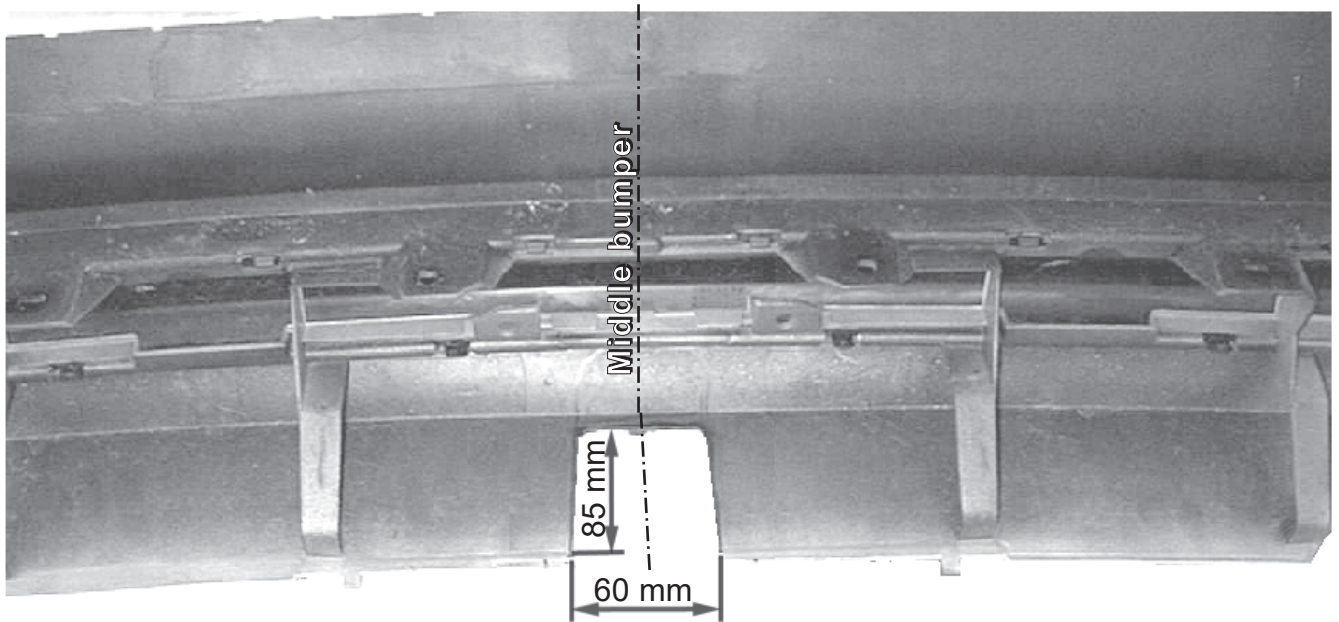

Fig. 1
1. Den Fußboden im Kofferraum frei machen. Im Kofferraum den Wagenheber (links), die Kunststoffrückverkleidung und die Kunststoffächer (links und rechts) entfernen. Die Stoßstange vom Fahrzeug abnehmen. Die Innenverkleidung aus der Stoßstange entfernen. Die Stoßdämpfer aus der Innenverkleidung entfernen. Die entfernten Dämpfer werden später nicht mehr benötigt. Gemäß Abb. 1 ein Stück aus der Stoßstange herausägen.
morceau du pare-chocs conformément à la figure 1.
dessa förfaller. Såga ut en del ur kofångaren enligt fig.1.
- Fjern alt i bunden af bagagerummet . Fjern også donkraften (i venstre side af bagerummet) samt bagskærmen af kunststof og kunststof opbevaringsrummene (i venstre og højre side). Demonter kofangeren fra køretøjet. Fjern kofangerens inderside. Fjern støddæmperne fra indersiden. De demonterede støddæmpere anvendes ikke mere. Sav et stykke ud af kofangeren ifølge fig. 1.
1. Despejar el suelo del maletero. Retirar del maletero el gato (a la izquierda), la pantalla trasera sintética y los compartimientos sintéticos (a la izquierda y derecha). Desmontar el parachoques del vehículo. Retirar el armazón interior del parachoques. Retirar los amortiguadores del armazón interior. Los amortiguadores retirados no se vuelven a poner. Serrar una parte del parachoques de acuerdo con la fig. 1.